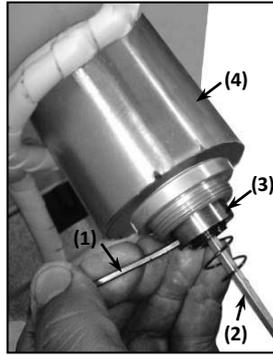

Fig. 29
1. Retira la tapa trazera del solenoide (4) para ter acceso al eje (3);
2. Trave o eixo do solenoide (3) com um pino (1), fig. 29
3. Con una llave hexagonal de 4mm (2), saque el tornillo que trava el eje del solenoide;
5. Coloque un destornillador pequeño (5) en el orificio del eje (3) y lo presione para dentro;